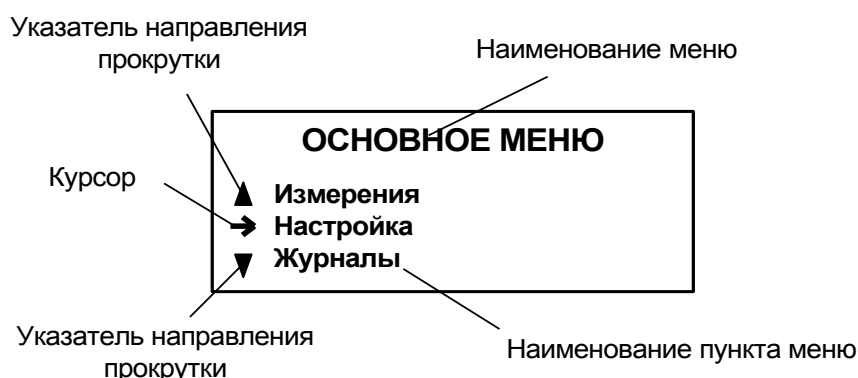

Рис. 1. Вид основного меню.
- 1.3.1.1. Основное меню (рис.1) имеет неизменный состав, кроме меню **ПОВЕРКА**, которое отображается только в режиме **НАСТРОЙКА**. Состав и структура подменю и окон, а также возможности модификации установочных параметров определяются режимом работы расходомера.
1.3.1.3. Индикация на дисплее состоит из наименования меню (окна), располагающегося неподвижно в первой строке дисплея жидкокристаллического индикатора (ЖКИ), и наименований пунктов меню (параметров), которые могут смещаться вверх или вниз (рис.1).
1.3.1.5. Одновременно на дисплее может индицироваться не более 3-х строк (пунктов меню, параметров из списка). Поэтому в начале первой и последней строк пунктов (параметров) могут располагаться указатели направления прокрутки в виде треугольников (рис.1), вершины которых направлены в стороны возможного перемещения курсора по строкам (пунктам меню, параметрам).